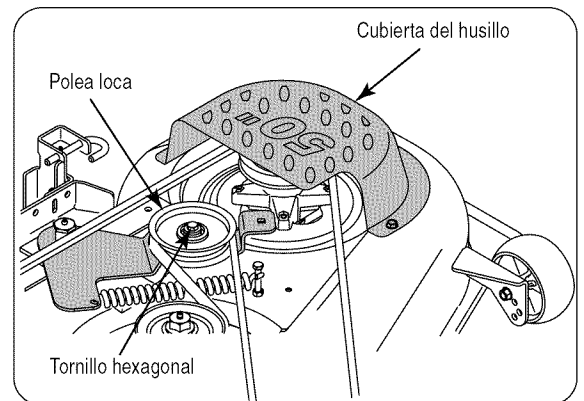

Figura 25
- Extraiga las cubiertas del husillo retirando los tornillos autorroscantes que las sujetan a la plataforma. Consulte la Figura 25.
1. Afloje el tornillo hexagonal que sujeta la polea loca al brazo secundario libre tanto como sea necesario para sacar la correa de entre la polea loca y el brazo secundario. Vea la Figura 25.